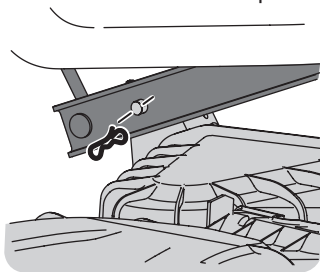

Figura 22
Mirando la plataforma desde el lado izquierdo del tractor, ubique el pasador de chaveta en el lado posterior izquierdo de la plataforma. Consulte la Figura 22.
- Retire el pasador y saque el pasador de la plataforma del brazo de elevación de la misma. Consulte la Figura 22.